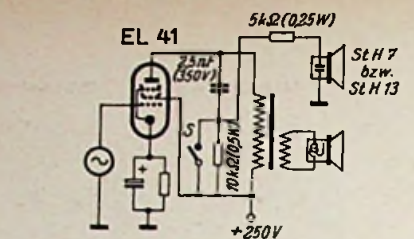

Bild 8. RC-Ankopplung der statischen Lautsprecher von Isophon
b. RC-Kopplung (Bild 8): Das ist die einfachere Art des Anschlusses. Hier liegen 2,5 nF und 10 kΩ in Serie über der Primärseite des Ausgangsübertragers. Zwischen beiden Schaltelementen werden die Spannungen für das statische System abgenommen: der Kondensator übermittelt die Sprechwechselspannung und der Widerstand die Polarisationsgleichspannung. Der Serienwiderstand von 5 kΩ ist lediglich ein